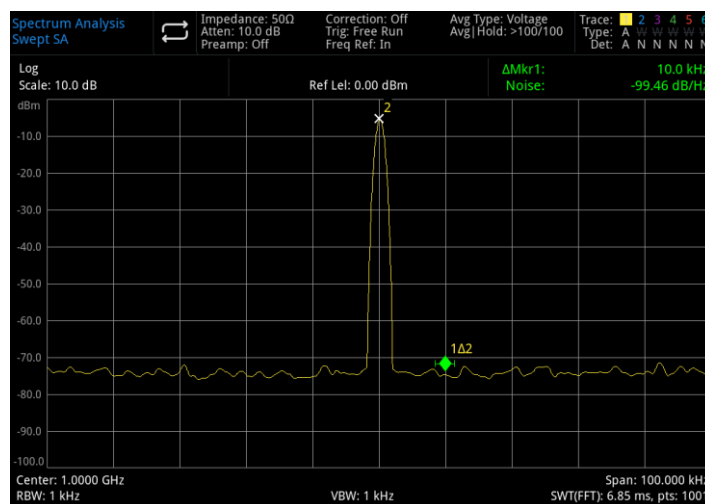

Abbildung 3-20 Phasenrauschen
7. Öffnen Sie die Markierungsfunktion **>Rauschen markieren**, wie in Abbildung 3-20 gezeigt: